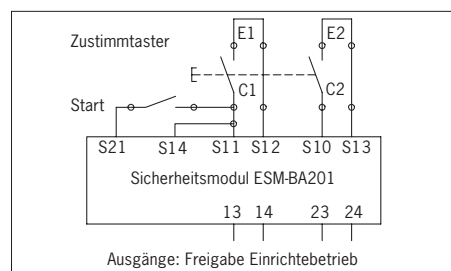

Bild 2: Anwendungsbeispiel
- ▶ Im Sicherheitskreis müssen beide Kontakte des Zustimmtaster getrennt voneinander (2-kanalig) ausgewertet werden (Bild 2).